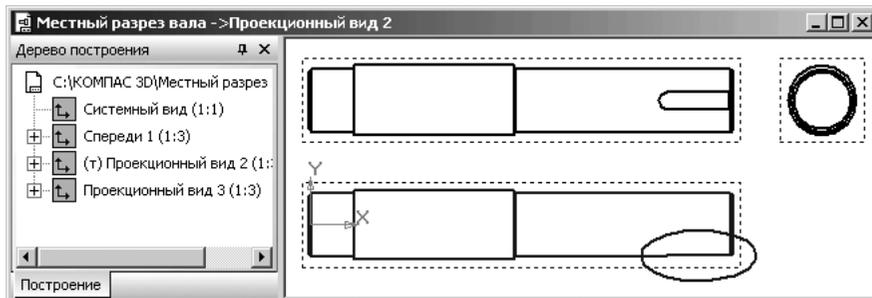

Рис. 4.145. Построение замкнутого контура в виде эллипса для местного разреза на текущем виде **Проекционный вид 2**
- щелкните по кнопке **Создать объект**, а затем нажмите клавишу **Esc** для прерывания команды. Появится искомый замкнутый контур для создания местного выреза. Это состояние системы показано на рис. 4.145.